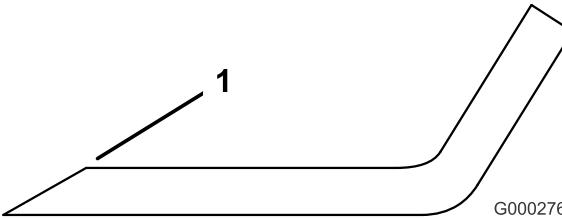

Figure 89
3. Examinez les tranchants de toutes les lames et aiguissez-les s'ils sont émoussés ou ébréchés. N'aiguisez que le haut du tranchant et conservez l'angle de coupe d'origine pour obtenir une coupe nette (Figure 89). Limez la même quantité de métal sur chacun des deux tranchants pour ne pas déséquilibrer la lame.